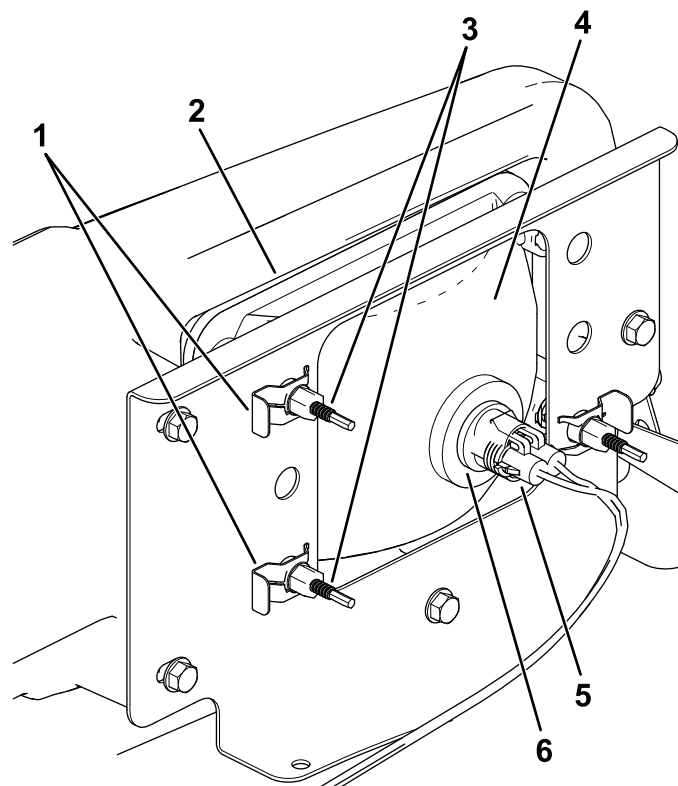

Figure 43
- Débranchez le connecteur électrique sur le faisceau du connecteur du phare (Figure 43).
- Retirez les clips rapides qui fixent le phare sur son support (Figure 43).
- Déposez le phare en le poussant vers l'avant et hors de l'ouverture dans le pare-chocs avant (Figure 43).
- Insérez le phare de rechange dans l'ouverture du pare-chocs (Figure 43).
- Branchez le connecteur électrique du faisceau sur le connecteur du phare (Figure 43).
5. Au dos du phare, tournez les vis de réglage (Figure 43) afin de faire pivoter le phare et d'aligner la position du faisceau projeté.